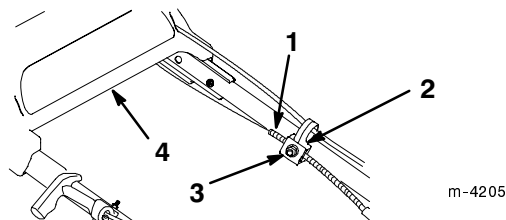

Figure 29
3. Desserrer l'écrou du support de câble (Fig. 29).
5. Repousser le mancheron supérieur vers l'arrière aussi loin que possible, maintenir toujours le guide-courroie enfoncé et tirer la gaine de câble vers le bas (vers le carter de tondeuse) jusqu'à ce qu'il n'y ait plus de mou dans le câble (Fig. 29).
6. Resserrer l'écrou du support de câble (Fig. 29).